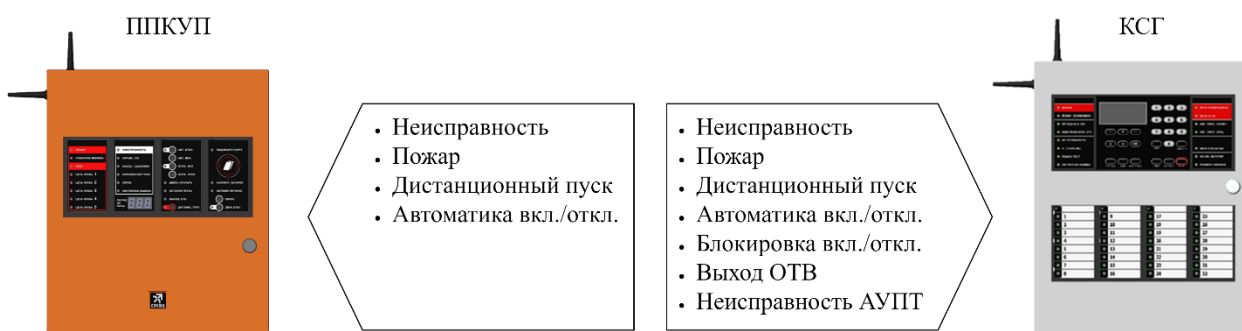

Рис. 18
- ППКУП посредством модуля коммуникации МК-ПТ обменивается с ИСБ следующими состояниями и командами (см. рис. 18).